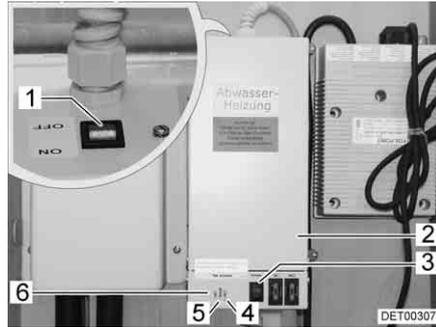

Fig. 131 Transformador con aparato regulador
Según el modelo, el transformador de 230 V AC/12 V DC (Fig. 131,2) estará instalado en el armario ropero o en el baúl del grupo de asientos.
- La luz de control (Fig. 131,5) se enciende de color verde: Regulación en funcionamiento
- Las luces de control (Fig. 131,4 y 6) se encienden rojas: Las tuberías de aguas residuales se calientan
La carcasa tiene un pulsador de prueba (Fig. 131,3) integrado con el cual se puede poner en funcionamiento brevemente el aparato regulador. Presionando el pulsador de prueba se puede comprobar el funcionamiento del calentamiento aún cuando la temperatura ambiente sobrepase los 5 °C.
- Poner el interruptor (Fig. 131,1) en el transformador (Fig. 131,2) en "ON".
- Poner el interruptor (Fig. 131,1) en el transformador (Fig. 131,2) en "OFF".